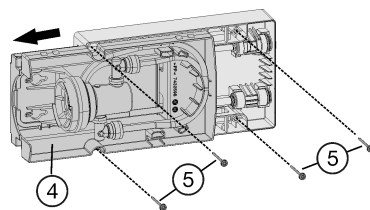

Fig. 61
- ▶ Extraiga el cajón Fig. 61 (4) hasta la posición de enclavamiento.
- ▶ Atornille el módulo con 4 tornillos Fig. 61 (5) en la parte delantera a través de las escotaduras y en la parte trasera directamente a través del módulo.